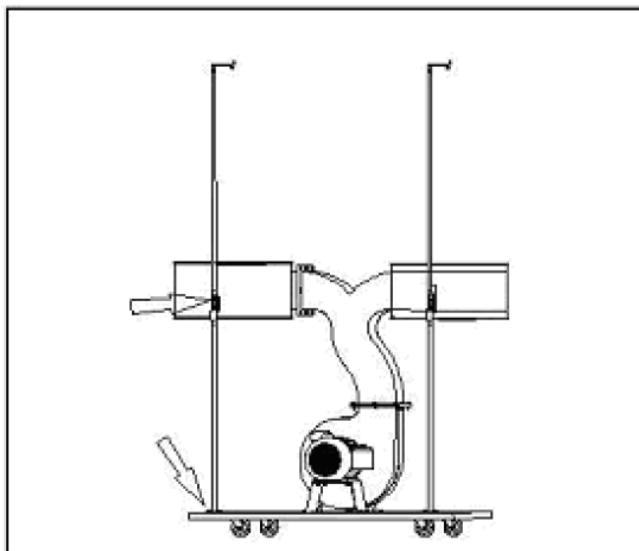

Рисунок 6
Установите две опоры коллектора (F) и две верхние опоры мешка (E), как показано на Рис. 6.